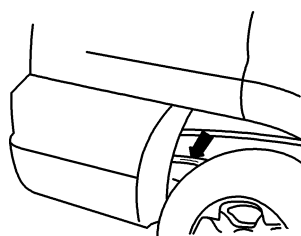

图 1-4 车辆识别号位置 (二)
3) 在车架右纵梁后段外侧 (右后轮位置), 如图 1-4 所示。